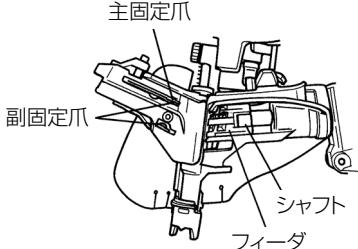

図 29
- 図29のように釘ガイドを開いて、付着しているごみやほこりを掃除し、特にフィーダの摺動する溝とシャフト部には付属の油を注油してください。